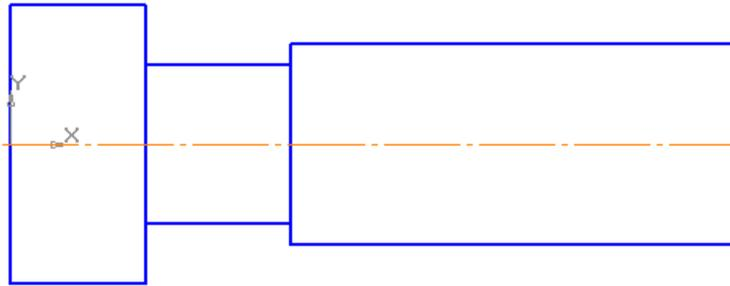

Рис. 85
2. Для построения очерка выберите команду **Прямоугольник**  на панели **Геометрия** . Укажите высоту «28», ширину «13», координаты первой точки (0, -14). Для построения проточки (длина – 14 мм, $\varnothing 16$) активизируйте команду **Отрезок**  на панели **Геометрия** , введите значение длины «14», угол наклона «0», нажмите кнопку **Запомнить состояние**  на Панели специального управления, введите координаты точки (13, 8) [Enter], затем координаты точки для второй прямой (13, -8) [Enter]. Командой **Прямоугольник**  постройте третий участок детали. Параметры прямоугольника: высота – «20», ширина «43», координаты точки (27, -10). Командой **Осевая линия по двум точкам**  на панели **Обозначения**  постройте осевую линию, рис. 85.